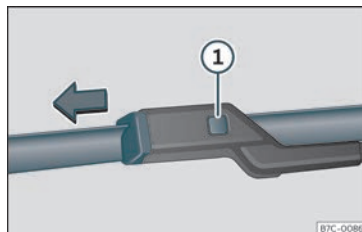

Fig. 45 Canvi de les escombretes de l'eixugaparabrises.
- Premeu la tecla de desbloqueig» » **fig. 45** ① mentre tibeu lleugerament l'escombreta en el sentit de la fletxa.